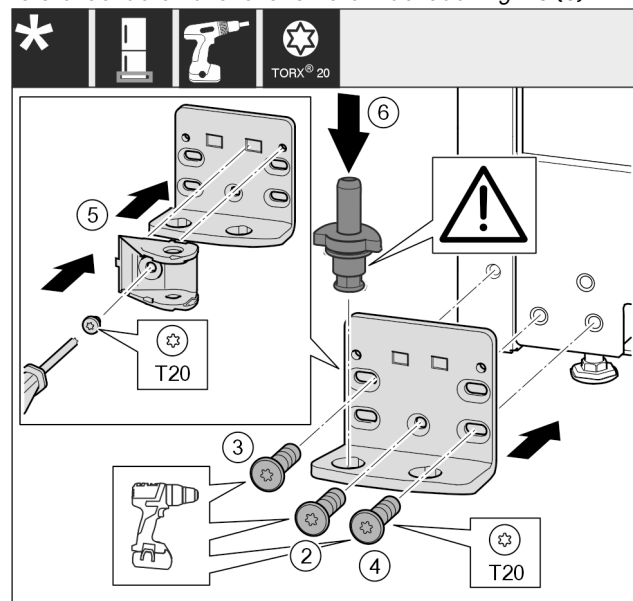

Fig. 26
- ▶ Ložiskovú konzolu nasadíte na druhú stranu a priskrutkujte ju pomocou skrutkovača T20. Začnite skrutkou 2 dole v strede. Fig. 26 (2)
- ▶ Pevne zaskrutkujte skrutku 3 a 4. Fig. 26 (3,4)
- ▶ Spoj tlmíča uzatvárania otočte o 180°. Na druhej strane ložiskovej konzoly ho priskrutkujte skrutkovačom T20. Fig. 26 (5)
- ▶ Ložiskový čap úplne nasadíte. Dbajte pritom na to, aby zaistovací doraz ukazoval smerom dozadu. Fig. 26 (6)